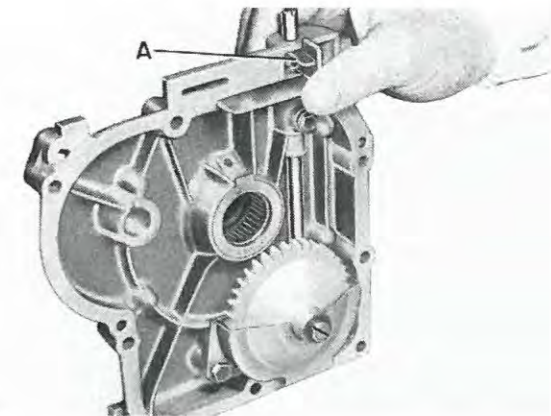

Fig. 75
- Régler le levier (A) (Fig. 75) comme suit:
- mettre la jauge 7090-8510-46 sur le plan du couvercle; appuyer le levier A et bloquer avec la vis (Fig. 75). - L'inclinaison du levier sera ainsi de 96° + 97° sur le plan du couvercle. Répéter l'opération si l'on n'obtient pas un libre mouvement du levier.
- Adjust lever (A) (Fig. 75) as follows:
- position lever (A) against gauge and lock it with the screw (Fig. 75).
- Hebel (A) folgendermaßen einstellen (Abb. 75):
- Lehre 7090-8510-46 auf den Deckel legen; Hebel (A) gegen den Winkel drehen und mit Schraube befestigen (Abb.75).